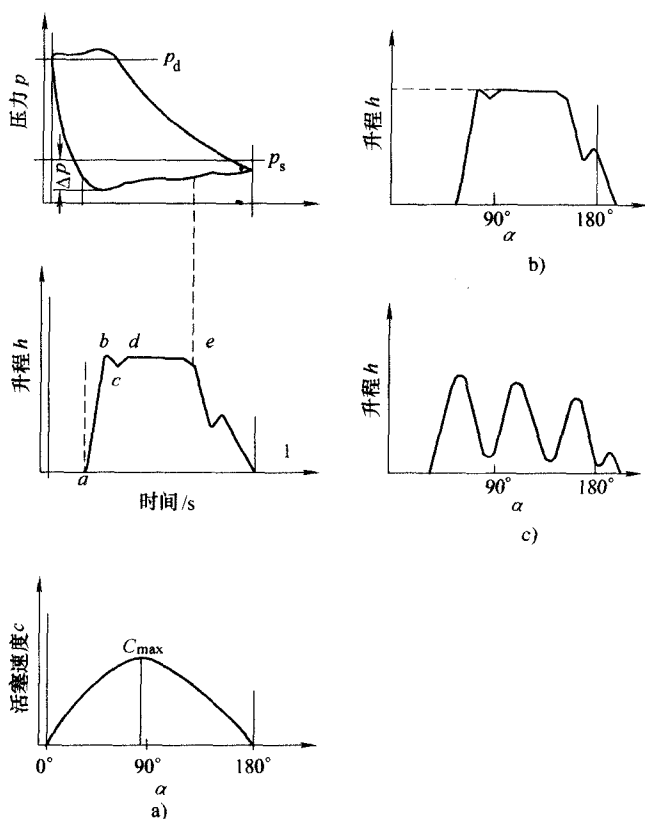
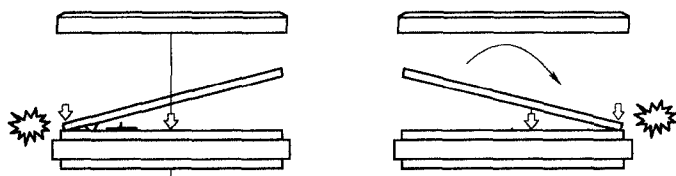
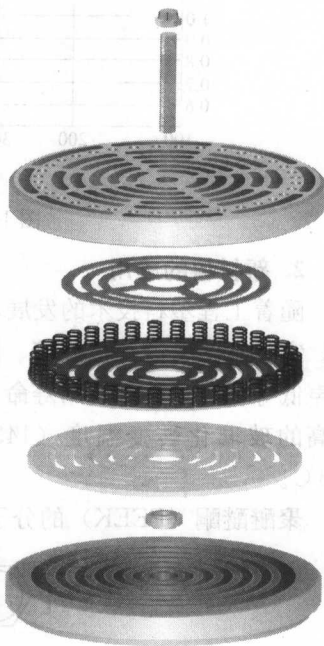

图 1-2 气阀启闭的升程曲线
图 1-3 阀片颤振
图 1-5 外圈多弹簧阀
1) 及时开启、及时关闭，即阀片的动作要与活塞运动相匹配。若设计的弹簧力较大，气阀就不能及时打开，由于气流流通时间短，吸入量也会不足。当活塞到达内止点而气阀还没有全部关闭的情况，称为延迟关闭。这是由于活塞到达内止点后立即回行，缸内压力上升，气流就会从未关死的吸气阀倒回到吸入腔内，使吸入量减少。而且由于气流倒流的推力与弹簧力方向一致，造成气阀猛烈关闭，剧烈的碰撞会导致阀片损坏，从而降低阀的寿命。图 1-2 为气阀启闭的升程曲线图。
2) 阀片升起时要稳定，不能产生颤振。由于弹簧力过大而产生的颤振，其结果是气流流通时间短，造成阀片撞击频率加大，寿命也会随之下降，图 1-3 为阀片颤振示意图。
原因分析: 由于系统含油量较大, 在气阀中形成了“油粘子”现象。也就是说, 介质中的油在阀片与阀盖之间形成的油膜, 产生了很大的吸附力, 当受到气体力的作用后, 阀片的外侧边缘首先打开并撞击阀座。在一个活塞行程中, 阀片外缘多次撞击阀座, 从而产生疲劳损坏。从阀片的损坏情况看, 都是阀片的外缘断裂, 也印证了阀片发生了图 1-2 所示的延迟关闭和图 1-3 所示的颤振现象。
改进以后, 气阀的使用寿命大大提高。1、2、3 级的使用时间达到了 8 个月, 4、5、6 级的使用时间达到 13 月。虽然整个运转周期加长了, 但问题是由于 1、2、3 级的气阀先期损坏, 照样需要停机检修, 就还需考虑能否继续改进 1、2、3 级气阀, 使其也达到 4~6 级的 13 个月的寿命。这就要从图 1-3 所示的阀片损坏机理入手。由于 1、2、3 级的气阀外径大, 外缘撞击力也大, 为消除撞击力, 采用外圈多弹簧形式, 如图 1-5 所示。这种结构很好地解决了阀片颤振问题, 阀片边缘不再首先损坏, 从而提高了整个